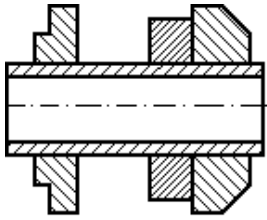

FIGURA 8
6. En piezas cilíndricas huecas (tubos), la línea de rotura se indicará mediante una doble lazada, que patentizarán los diámetros interior y exterior (*figura 8*).
7. En cortes sobre representaciones de conjuntos, las diferentes piezas se rayarán modificando la inclinación de 45° , y cuando no pueda evitarse, se variará la separación del rayado (*figura 8*).